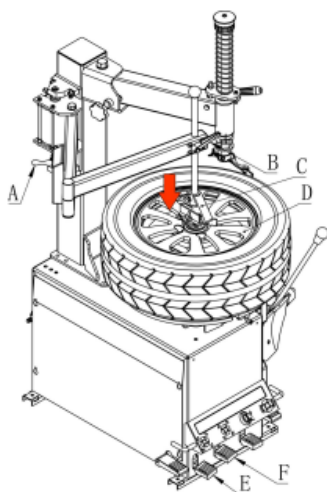

Abb.8
- Drücken Sie das Pedal E, die vier Backen öffnen sich, und öffnen Sie die Backen, bis sie groß genug sind, um die Felge zu spannen. Legen Sie den Reifen auf den Drehtisch. Siehe Abb.8.